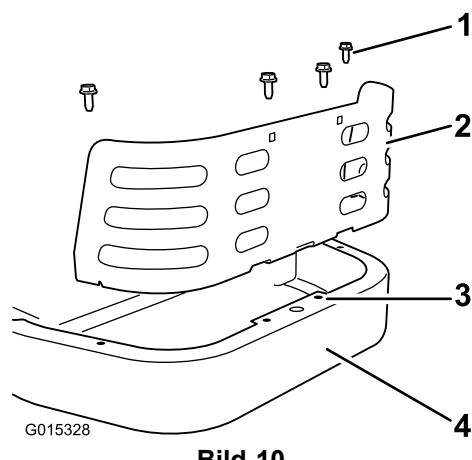

Bild 10
1. Befestigen Sie das hintere Schutzblech am Rahmen hinter dem Motor (Bild 10). Fluchten Sie die Löcher in den Laschen am Schutzblech mit den vorhandenen Löchern im Hinterrahmen aus.
2. Befestigen Sie das Schutzblech mit vier Blechschoraben ((5/16 x 3/4 Zoll)) am Rahmen, wie in Bild 10 dargestellt.